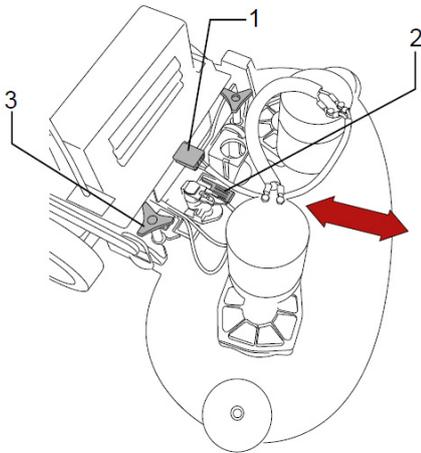

Abb. 12: Schnellwechsel des Reinigungskopfes
- Schritt 2: Trennen Sie den Reinigungskopf von der elektrischen Verdrahtung der Maschine, indem Sie den Stecker (Pos. 1, Abb. 12) abklemmen und den Motorstecker abziehen.
- Schritt 3: Öffnen Sie den Verschlussshaken (Pos. 2, Abb. 12).
- Schritt 4: Schrauben Sie die beiden Knäufe ab (Pos. 3, Abb. 12) und entfernen Sie den Reinigungskopf.